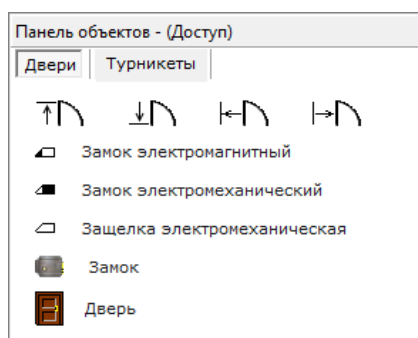
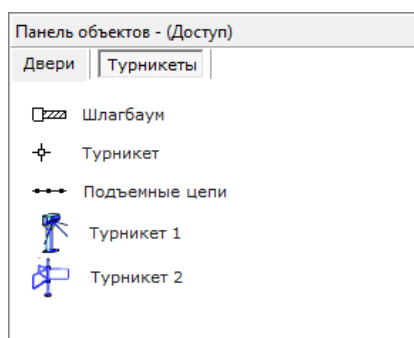

Рисунок 6-491 Панель объектов - Доступ для точки доступа, вкладка "Двери"
Рисунок 6-492 Панель объектов - Доступ для точки доступа, вкладка "Турникеты"
- «Двери» (см. Рисунок 6-491) и «Турникеты» (см. Рисунок 6-492) – при выборе объекта «Точка доступа»,